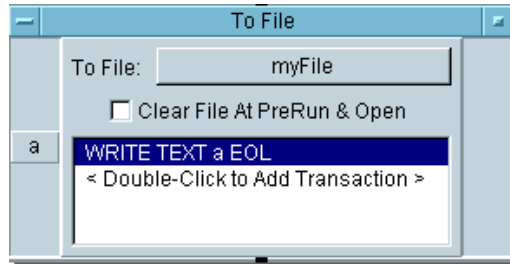
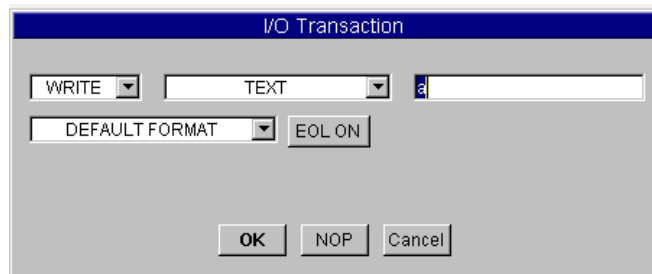

図 5-3. To File オブジェクト
図 5-4. [I/O Transaction] ダイアログ・ボックス
Basic、プリンタと通信するために、VEE によって使用されます。たとえば、図 5-3 の中の To File オブジェクトについて説明します。
図 5-3 に示した To File オブジェクトは、データを指定されたファイル myFile に送信します。このオブジェクトは、プログラムからデータを受入れるために、トランザクションと呼ばれる入力を保持できます。たとえば、この To File オブジェクトは、WRITE TEXT a EOL トランザクションを保持しています。そのトランザクションをダブルクリックすると、図 5-4 に示す [I/O Transaction] ダイアログ・ボックスが表示されます。このダイアログ・ボックスで、具体的なトランザクション・ステートメントを設定します。
2. トランザクション領域内をダブルクリックすると、[I/O Transaction] ダイアログ・ボックスが表示されます。必要であれば、図 5-3 と図 5-4 を参照してください。